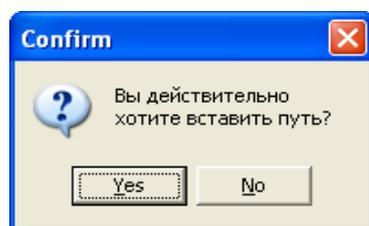

Рисунок 2.21
- установите курсор на километре, где необходимо сделать разрыв ЭК. При этом появится диалоговое окно о подтверждении ваших действий (рисунок 2.21).